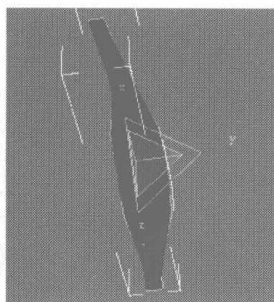
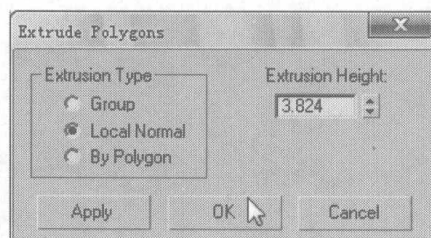

图 2.201
图 2.202
- 13 选择如图 2.201 所示的面, 单击 **Extrude** 右边的小按钮, 在弹出的对话框中设置参数, 如图 2.202